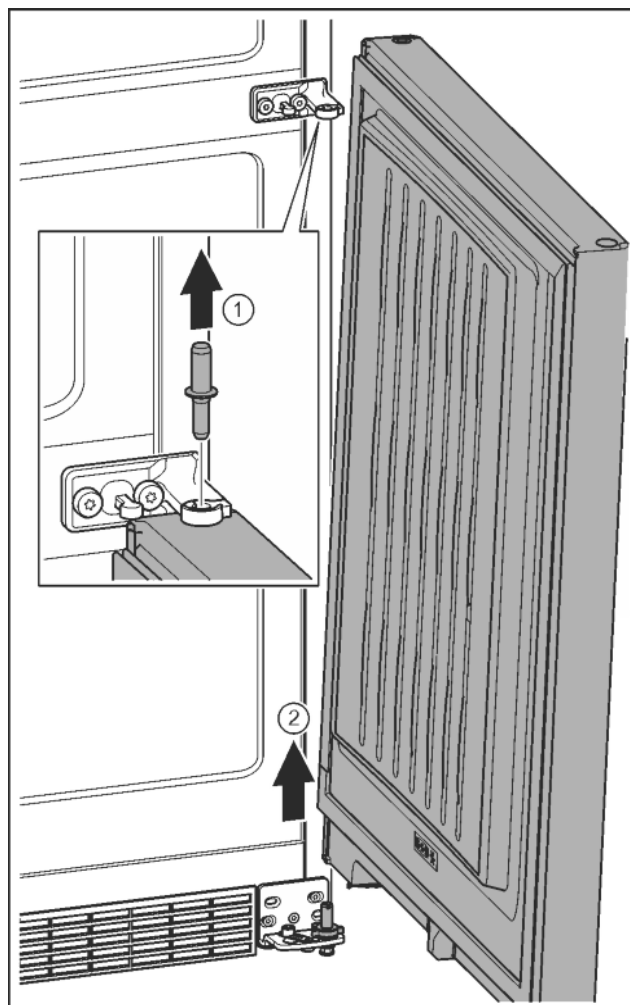

Fig. 12
- Sworznie wyjąć w górę. Fig. 12 (1)
- Drzwi wyjąć pociągając w górę, a następnie odstawić z boku. Fig. 12 (2)